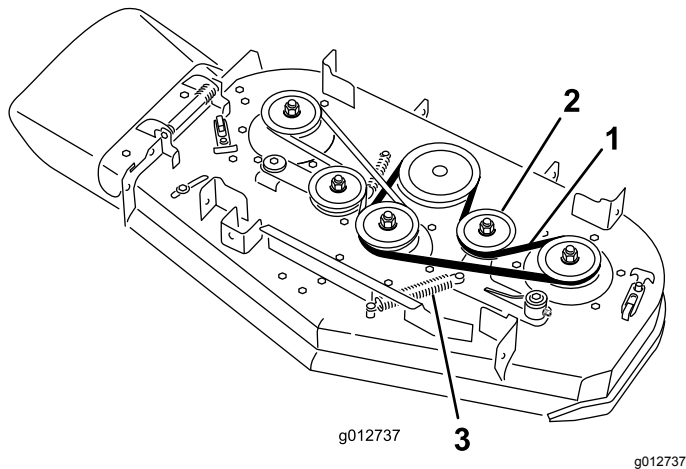

Bild 65
- A. Entfernen Sie die Feder vom Ankerpfosten am Spannscheibenarm (**Bild 65**).
- B. Nehmen Sie den verschlissenen Mähwerkriemen ab (**Bild 65**).
- C. Verlegen Sie einen neuen Mähwerkriemen um die Riemenscheiben des Mähwerks, die Kupplungsscheibe und die Spannscheibe (**Bild 65**).